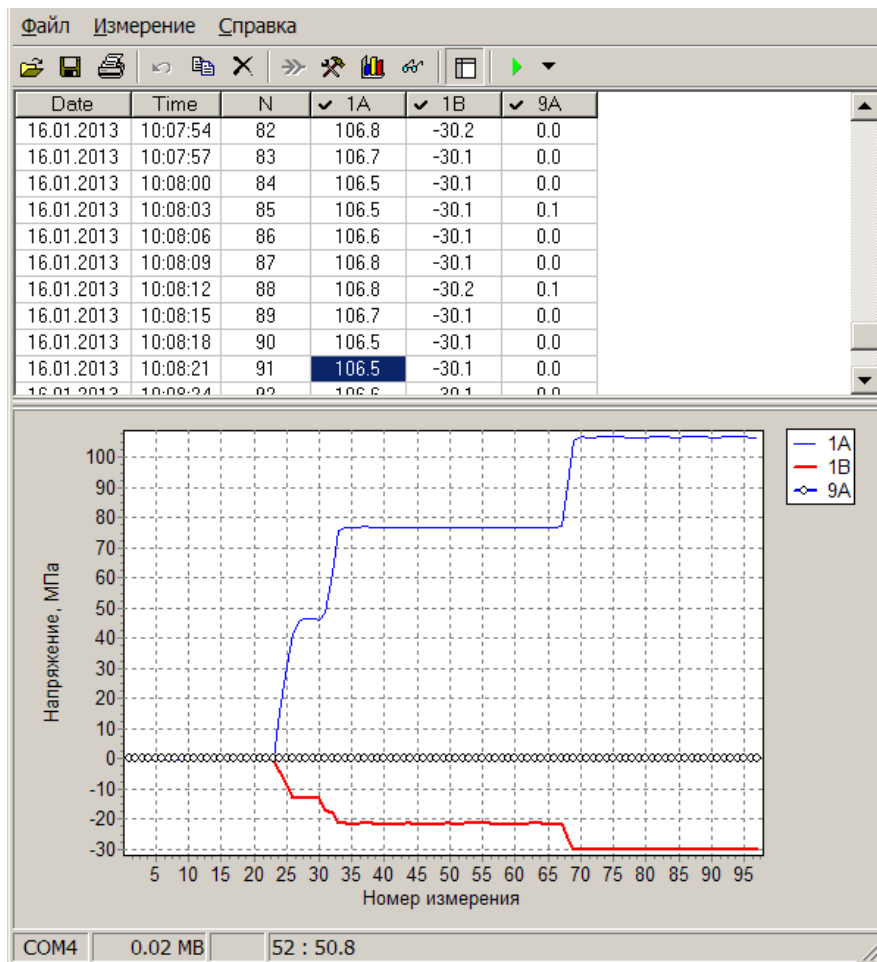

Рисунок 8 - Рабочее окно программы с таблицей и диаграммой результатов измерений.
4.1.7 В рабочей области окна расположены либо таблица и диаграмма результатов измерений (рис.8), либо таблица настроек каналов станции (рис.9).